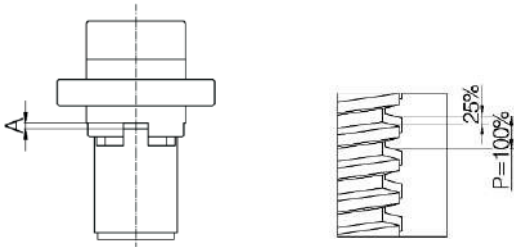

Fig. 20. Tuerca de retención de seguridad SIFA: Dimensión “A” para la comparación en la comprobación del desgaste.
4. Si la tuerca de retención de seguridad SIFA está incluida, mida y anote la medida "A" (véase fig. 20). Esta dimensión sirve como una medida inicial con la que comparar el estado tras un período de funcionamiento y así evaluar el desgaste (véase el capítulo 7.1.1)
3. Si hay una tuerca de retención de seguridad SIFA: compruebe el desgaste según la fig. 20 (imagen derecha).